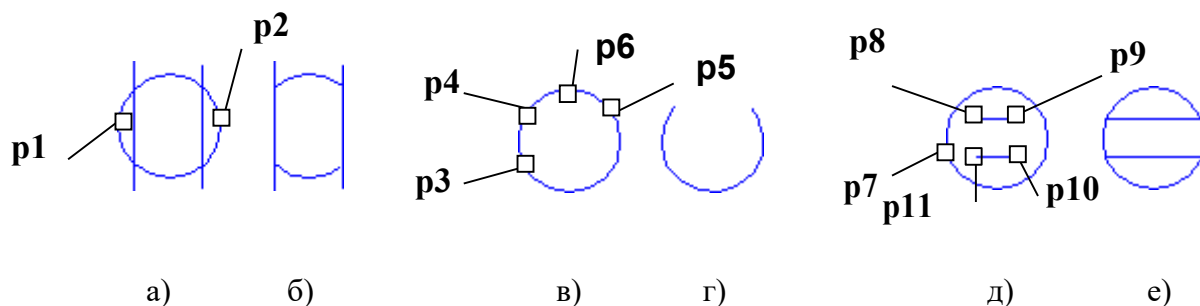

Рис. 4.10. Примеры удаления фрагментов объектов
3. Указать точки **p1** и **p2**, находящиеся на оси отражения (рис. 4.10б).
нужно использовать переключатель – **Оставить указанный участок**. На рис. 4.10а, б после указания точек p_1 и p_2 , удаляются соответствующие дуги окружностей.
– **Усечь кривую двумя точками.** Команда удаляет часть объекта, ограниченную двумя произвольно заданными точками. Команда удобна в тех случаях, когда редактируемый объект имеет много пересечений с другими объектами. В команде необходимо указать редактируемый объект (точку **p3**), а затем задать на нем две точки (**p4** и **p5**), определяющие нужный участок. Он будет удален или оставлен в соответствии с установками переключателей. На рис. 4.10 в отражен порядок указания точек **p3**, **p4**, **p5** и **p6** на окружности для получения изображения, представленного на рис. 4.10г.
– **Вывернуть по границе.** Команда осуществляет продление объектов до границы выравнивания или усечения по ней. Необходимо вначале указать объект – границу, а затем постепенно по одному объекту из тех, которые надо вывернуть. Выворачивание объекта осуществляется со стороны указания его. Чтобы перейти к выравниванию по другой границе, используйте кнопку  – **Указать заново** на панели Специального управления. На рис. 4.10д показана последовательность указания точек **p7**, **p8**, **p9**, **p10** и **p11** на окружностях и отрезках для получения изображения, представленного на рис. 4.10е.